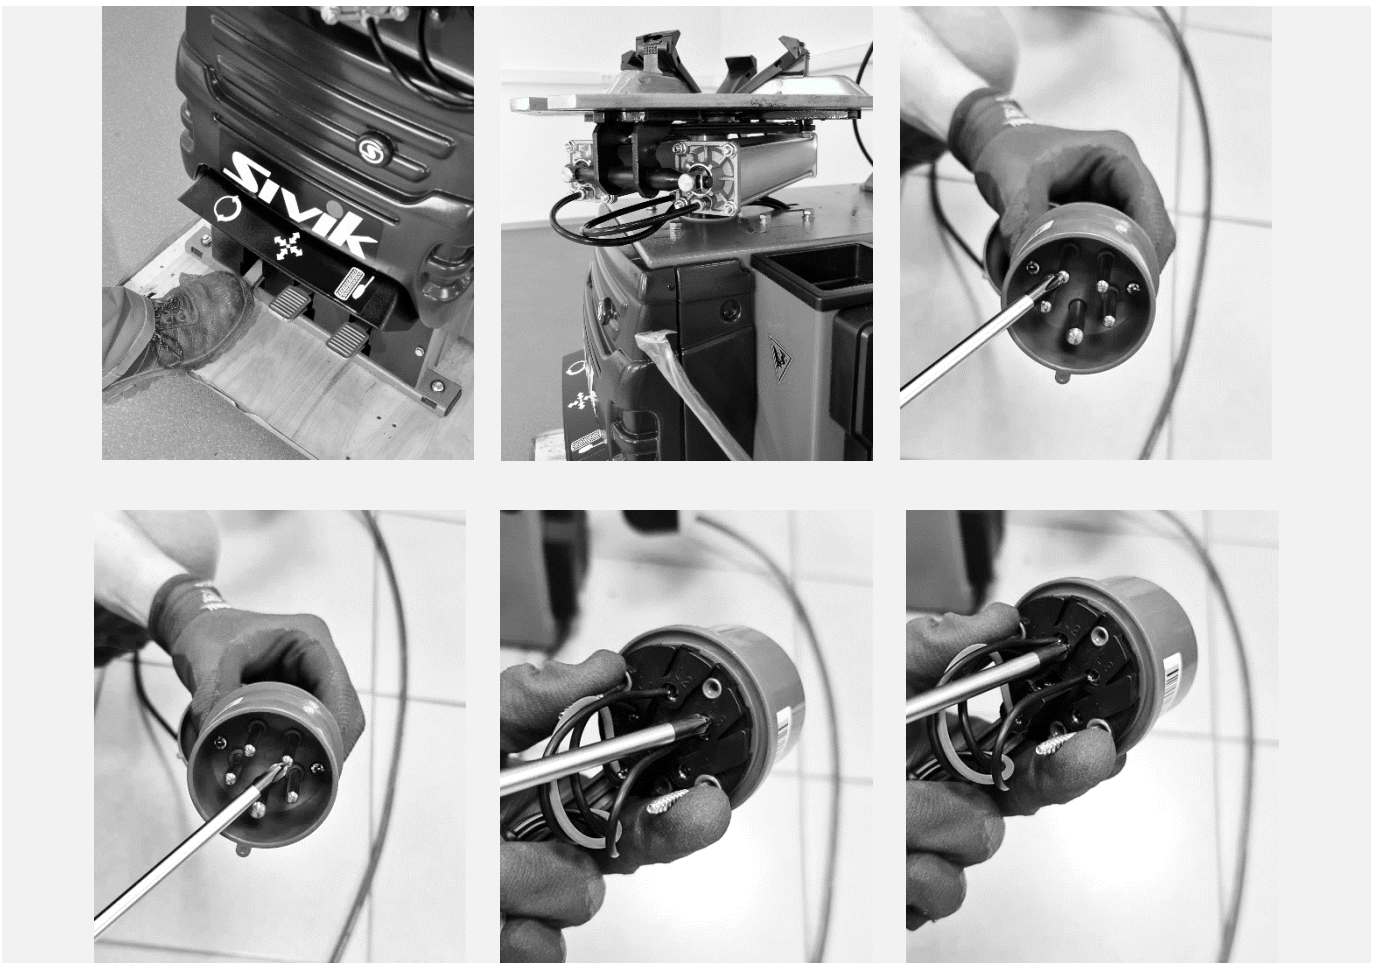

Рисунок 21
**8.2.2** Нажать педаль вращения стола и убедиться, что поворотный стол станка вращается по часовой стрелке. Если поворотный стол вращается в обратную сторону, то необходимо поменять местами два любых фазных провода в электрической вилке (см. Рисунок 21).